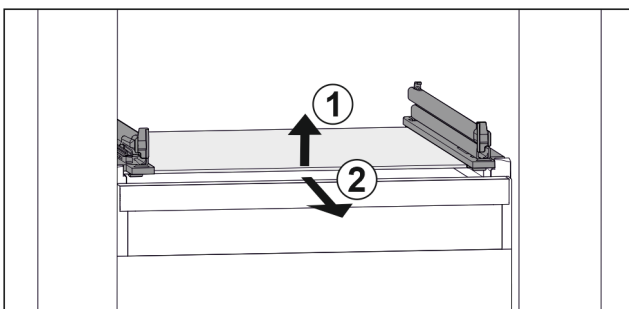

Fig. 167 Приблизне відображення скляної пластини
- ▶ Підняти скляну пластину спереду. Fig. 167 (1)
- ▶ Вийняти скляну пластину рухом вперед. Fig. 167 (2)